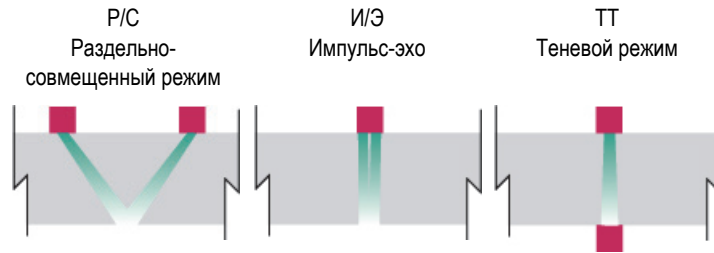

Рис. 6-1 Выбор режима передачи/приема
2. В списке **Настройки УЗ > Генератор > Режим Тх/Rx** выберите нужный режим передачи/приема (см. Рис. 6-1 на стр. 172).